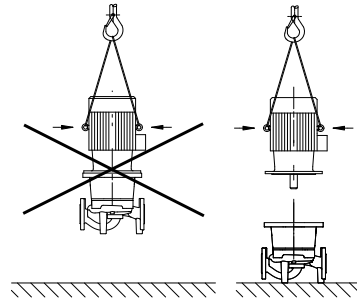

Fig. 7: Transport av motorn
- Transportöglorna på motorn får endast användas för att lyfta motorn, inte hela pumpen (Fig. 7).